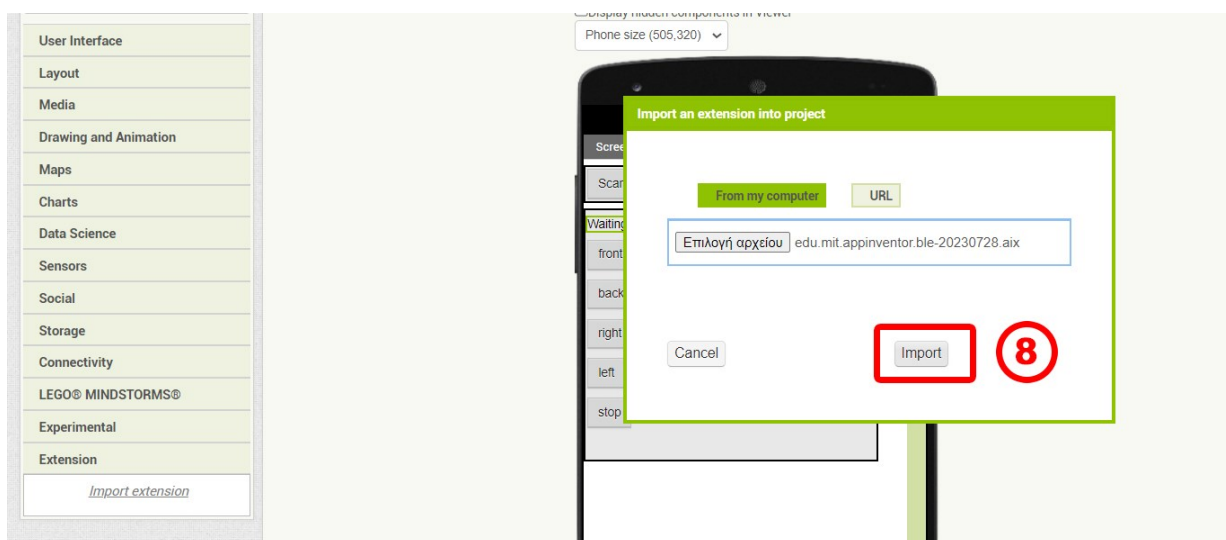

Figura 11: Clique no botão Importar para importar a extensão seleccionada
Depois de encontrar e seleccionar o ficheiro de extensão, clique no botão Importar (8) (Figura 11).